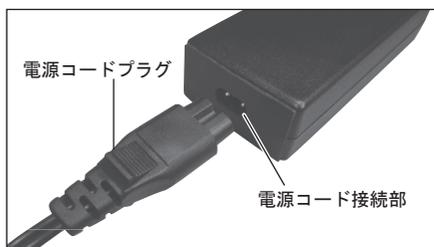

図 17
- 2) AC アダプタの電源コード接続部に、電源コードプラグの形状を合わせて挿し込みます。(図 17)